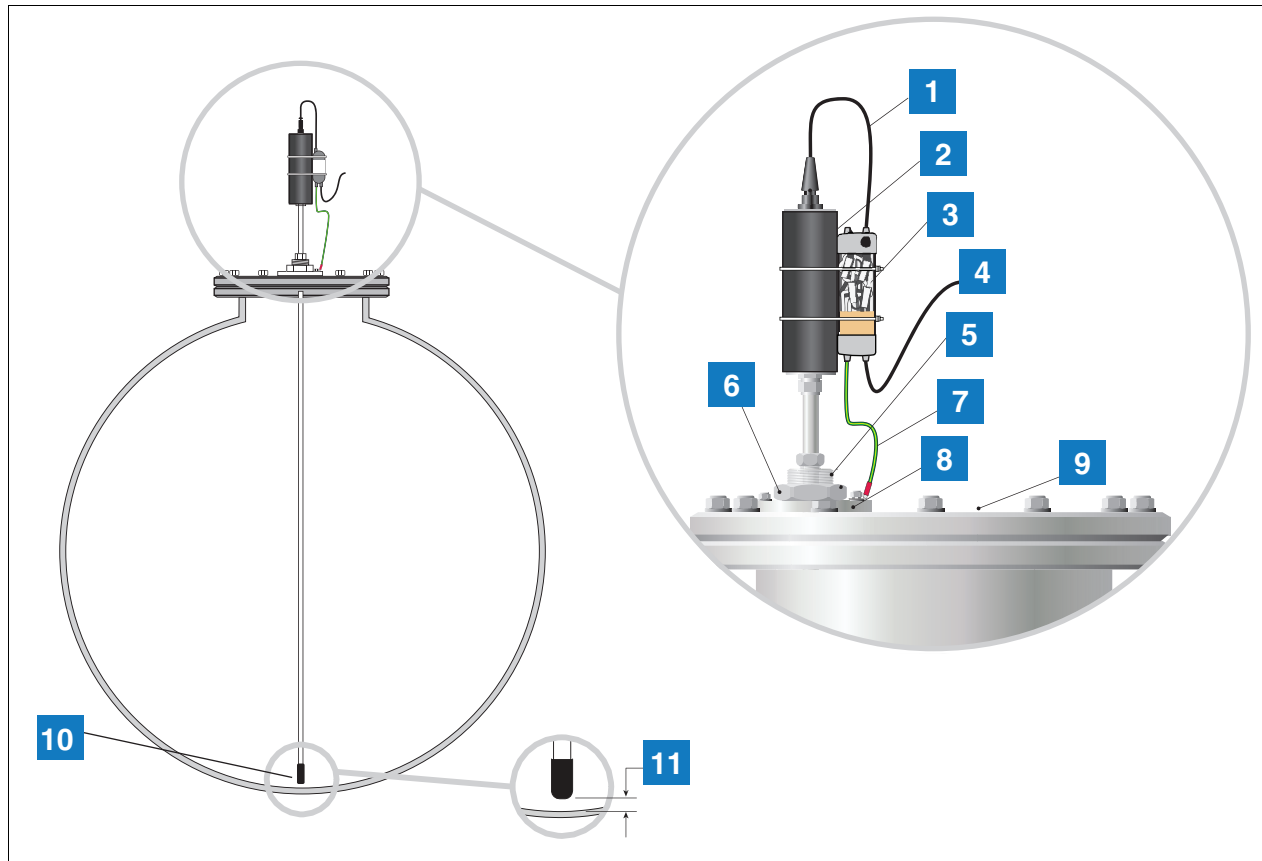

Figure 6. Installation de sonde Mag en zone 1 avec raccord process (presse-étoupe)
Certaines installations peuvent nécessiter une modification du montage de la sonde avec un raccord process (presse-étoupe) monté directement sur le couvercle de la cuve, comme illustré à la Figure 6. Un taraudage dédié ou une bride adaptée, taraudée G2 11 filets par pouce conformément à la norme DIN 2999 (BS2779) est nécessaire. Avant l'installation ou l'entretien de la sonde magnétostrictive, retirez l'alimentation CA vers la console TLS, et vérifiez que la console est hors tension. Pendant l'entretien, débranchez le câble de la sonde et retirez la sonde de la cuve.
1. Voir Figure 6 pour identifier le matériel nécessaire pour réaliser cette installation.
7. Raccordez le câble de raccordement de la sonde au câblage sur site à l'aide d'un boîtier de raccordement résistant aux intempéries ou d'une protection contre les surtensions à deux canaux en option (réf. 848100-002), comme illustré à la Figure 6.
#### LÉGENDE DE LA Figure 6